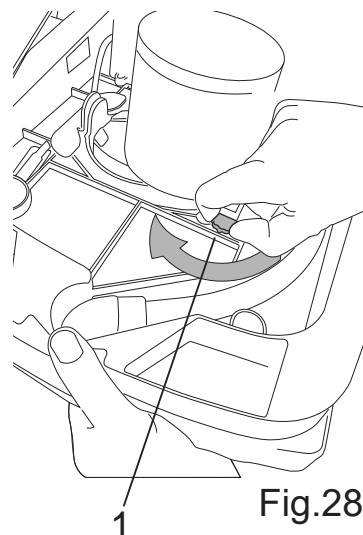

Fig.28
De kracht van de aandrijving kan gewijzigd worden door aan de knop te draaien (Fig.28-Ref.1); de knop bestaat uit een groen en een geel gedeelte:
- Druk met één hand de borstel/motor omhoog en draai met de andere hand de knop (Fig.28-Ref.1) in de gewenste stand.